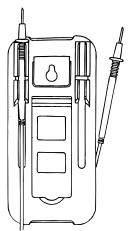

Рис. 6.1
1. Использовать для фиксации одного из измерительных щупов при измерениях, когда отсутствует подставка для мультиметра (рис. 6.1).